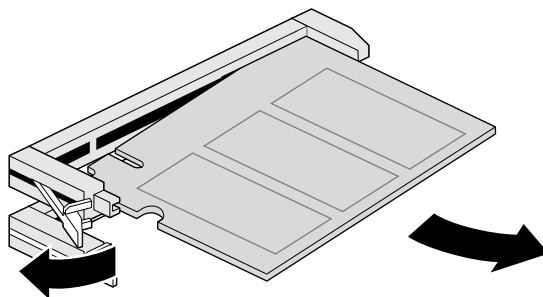

图 3-6 拆除 DIMM
7. 拆除 DIMM 时，将闩锁推至左侧，如图 3-6 所示，然后从插槽中拔出 DIMM。